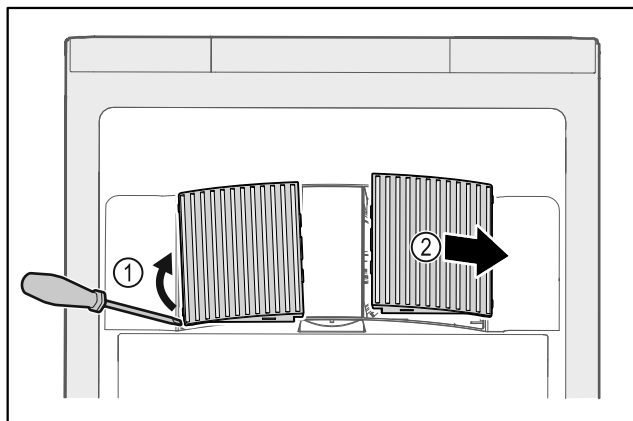

Fig. 105
- ▶ Oprezno podignite ventilatorske pokrove sa strane Fig. 105 (1) i skinite ih prema naprijed Fig. 105 (2).